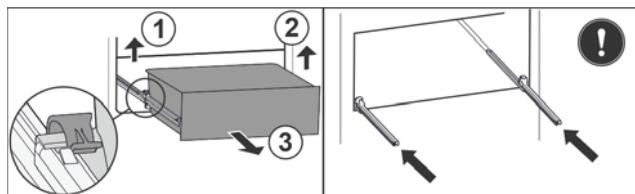

Fig. 35
- Приподнимите левый зажим и одновременно вытяните движением вперед выдвижной ящик слева Fig. 35 (1).
- Приподнимите правый зажим и одновременно вытяните движением вперед выдвижной ящик справа Fig. 35 (2).
- Извлеките выдвижной ящик движением вперед Fig. 35 (3).